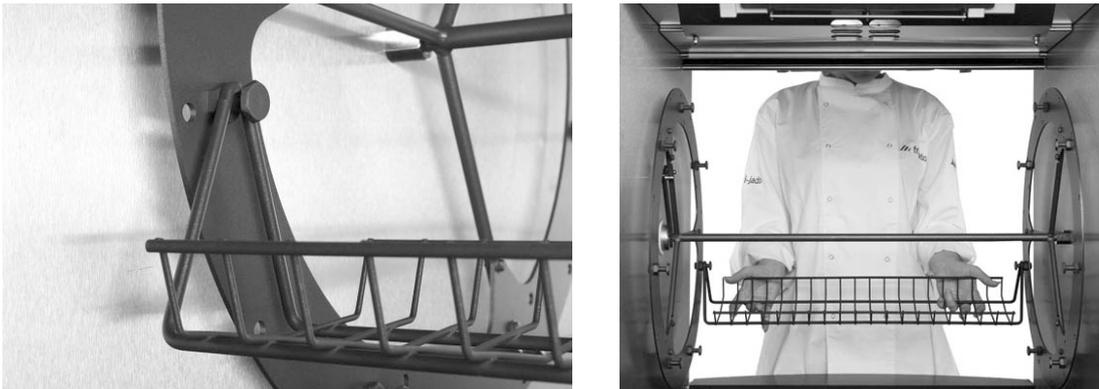

Figure 15 (type pour Rotinio 8P^{eco} illustré)
- Placez la brochette dans le petit orifice extérieur sur la plaque d'extrémité du rotor à gauche (en faisant face au four). L'arrière de la broche en V doit être dirigé vers vous (voir Figure 15).